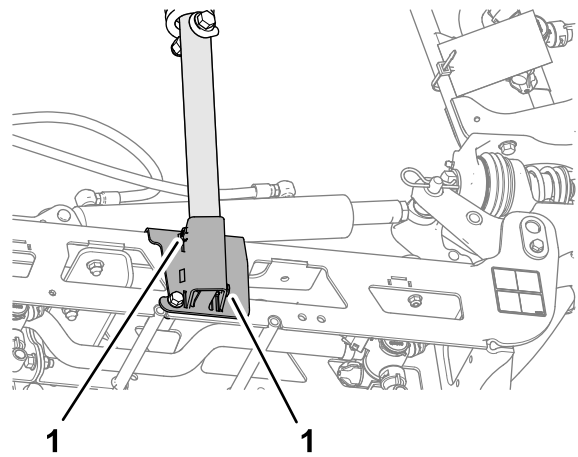

Figure 111
3. Desserrez les 2 vis qui fixent le tube inférieur du berceau (Figure 111).